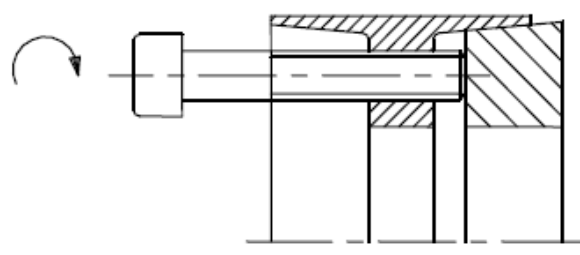

Figura 6: demontarea inelului de presiune posterior
- Șuruburile de prindere trebuie introduse în filetul de presiune al inelului de presiune exterior (componenta 3) (vezi figura 6).